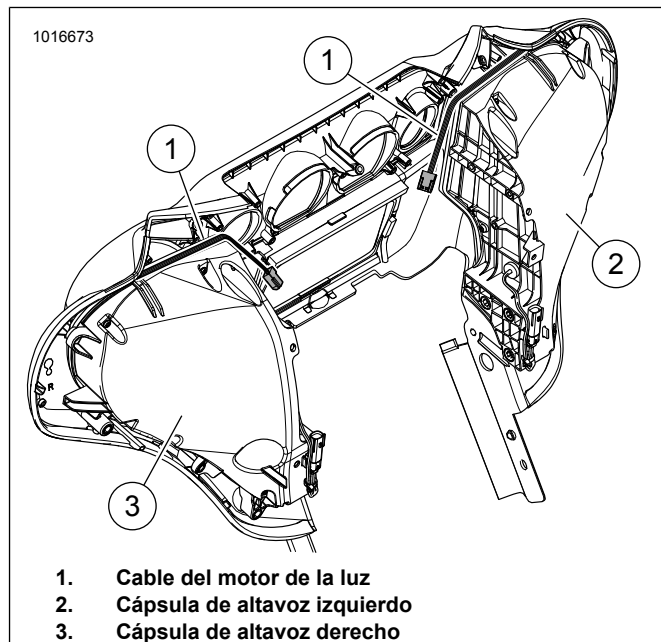

Figura 9. Se muestra el fuselaje de FLH, la ubicación de cables de FLTR es similar
7. Consulte la Figura 9. Pase el cable del motor de la luz (1) como se muestra.